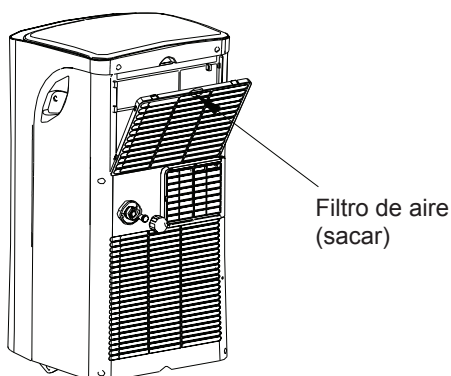

Fig.24
Saque el filtro de aire a lo largo de la dirección de la flecha (Fig. 24).
- Retire el enchufe de la salida del desagüe inferior, todo el agua En la bandeja inferior se vaciaría (vea la Fig. 24).